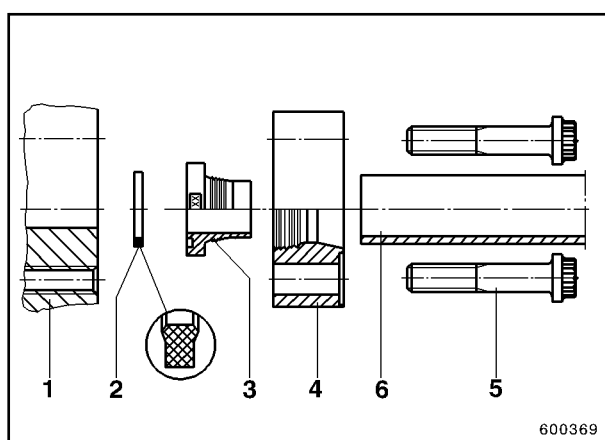
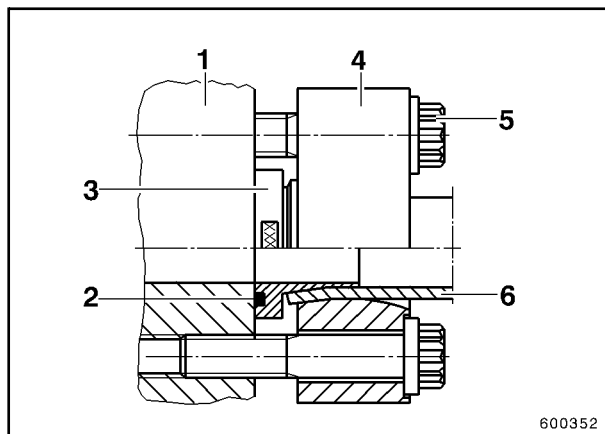

Fig. 3
Fig. 4
- raccords union en T (fig. 3),
La fig. 3 montre les composants du système Z, la fig. 4, un raccord monté. Légende: